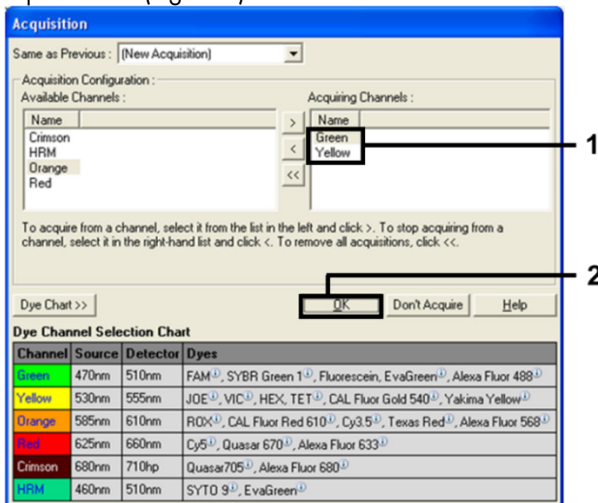

Figura 8. Aquisição de dados no passo de ciclagem de 60°C.
10. Selecione Green e Yellow a partir da lista Available Channels (Canais disponíveis) e, em seguida, clique em > para os transferir para a lista Acquiring Channels (Canais de aquisição). Clique em OK (Figura 8).